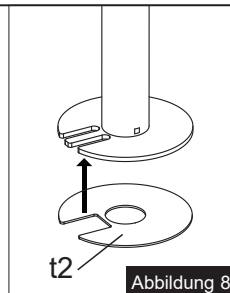

Abbildung 8
3. Befestigen Sie das weiche Polster (t2) an der Tüllengrundplatte (m), siehe Abbildung 8.